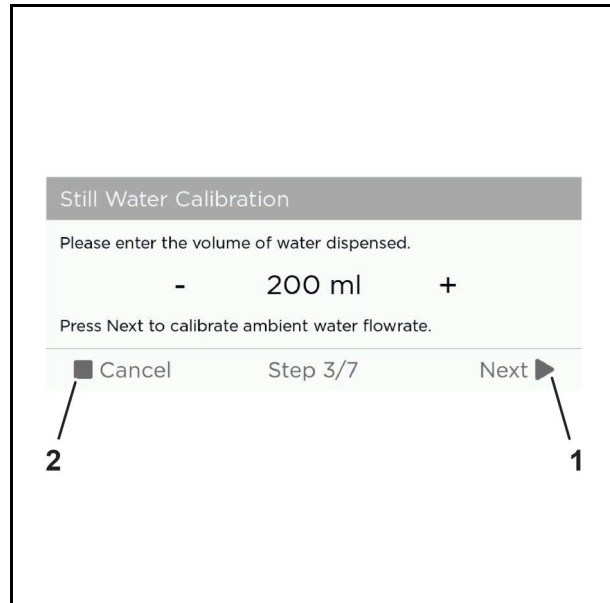

Abb. 59 Beispielgrafik
6. Tippen Sie auf die Schaltfläche "Next" (Abb. 59/1), um mit der Kalibrierung fortzufahren oder "Cancel" (Abb. 59/2), um die Kalibrierung abbrechen.